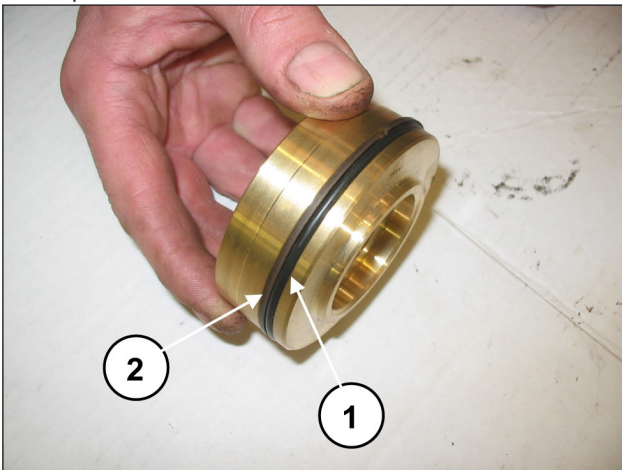

Fig. 125
Monte o anel circular, pos. de explosão nº. 19 (pos. ①, Fig. 125) e o anel anti-extrusão, pos. de explosão n.º23 (pos. ②, Fig. 125) na tampa da válvula de fluxo.